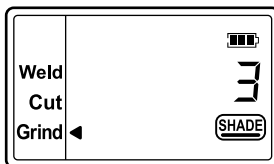

fig.3c
- aucun réglage de l'obscurcissement présent. Toujours de teinte 3 (voir fig.3c).